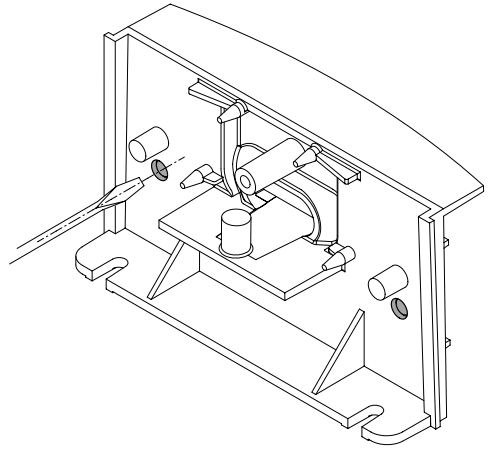

Fig.2
- 1 Mit einem Schraubenzieher die vorgesehenen Sitze für die Kabeldurchführung öffnen, die in Abb.2 markiert sind.